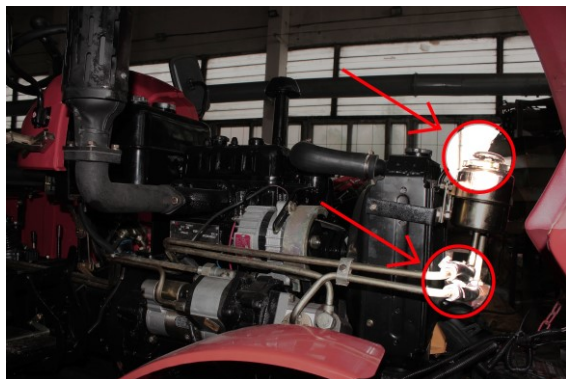

Рис. 9
1. Слить масло из бачка гидроусилителя, открутив нижний патрубков (Рис. 9). Закрутить патрубков обратно.
2. Залить новое гидравлическое масло через заливную пробку бачка гидроусилителя по уровень на щупе (Рис.9).